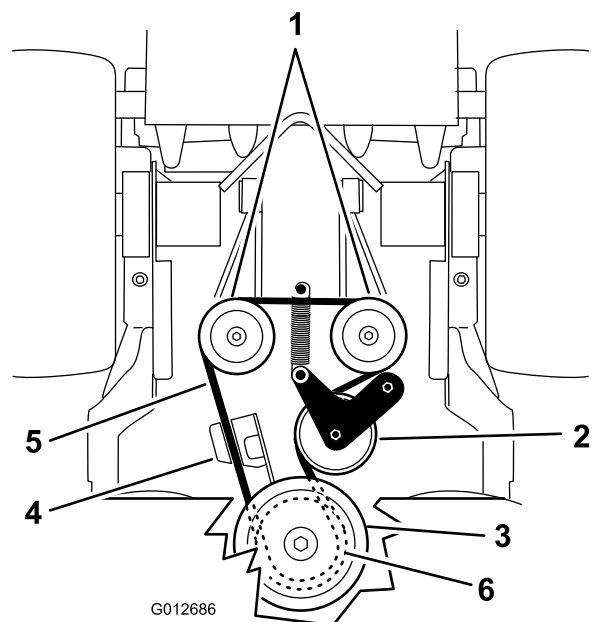

Figura 67
6. Retire la correa de transmisión de la bomba (Figura 67).
8. Conecte el muelle a la carcasa del motor (Figura 67).
5. Desconecte el muelle de la carcasa del motor (Figura 67).